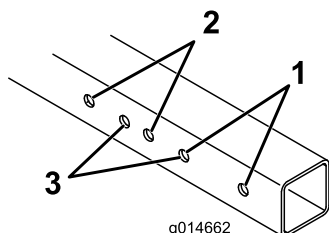

图2
1. 请参阅图2确定应该选用哪些安装孔以适合您的果岭修剪机宽度。
的车轮轴零件号 106-5385。此外将疏草刀端的轨道总成安装到 Greensmaster 1600 和 1610 的孔位置上图2。